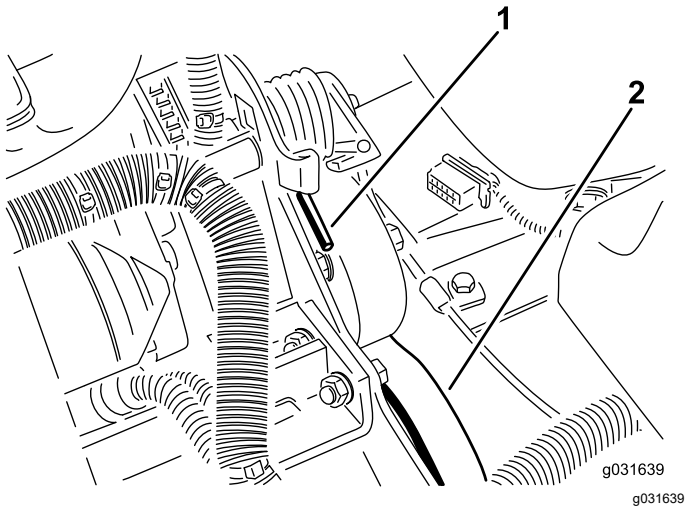

图 63
- 2. 向下向前按弹簧的端部将其从支架上脱开释放弹簧上的张紧力 图 63。